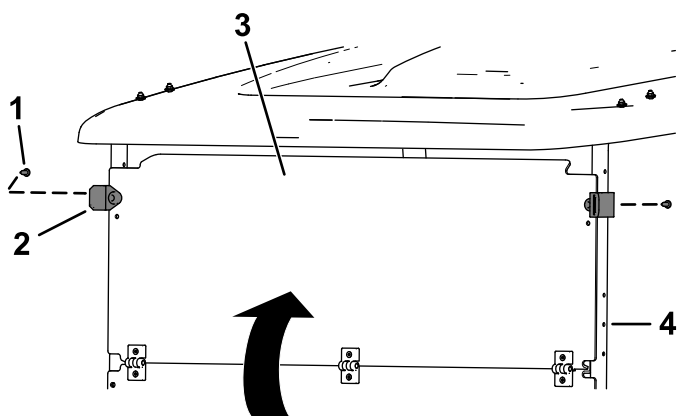

Figure 2
1. Dépliez le pare-brise et fixez la partie supérieure aux tubes de support de l'abri au moyen de 2 pinces en caoutchouc et de 2 rivets en plastique courts insérés dans les trous supérieurs (Figure 2).